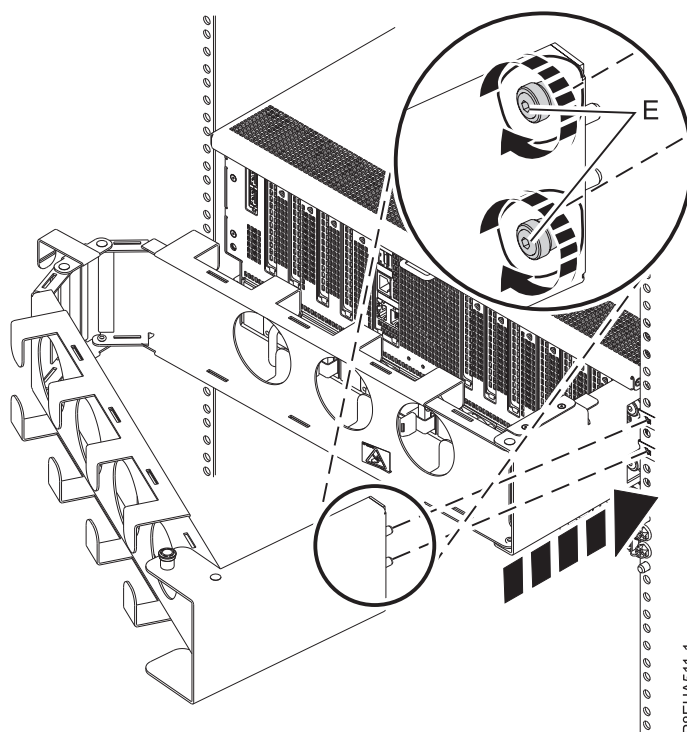

Figure 19. Fixation de la plaque extérieure aux glissières
3. Fixez la plaque extérieure aux glissières à l'aide de deux vis captives (E), comme illustré à la figure 19.